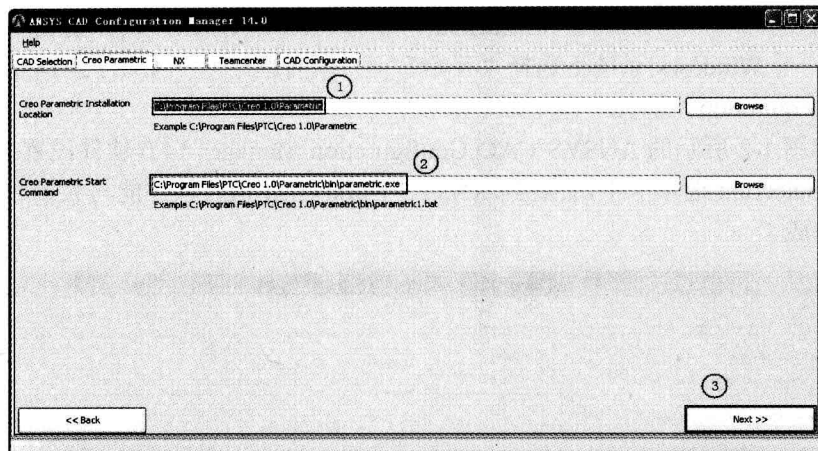

图 1-4 Pro/E 软件路径及启动路径设置
Step3: 在如图 1-4 所示的 Creo Parametric 选项卡中, 依次选择 Pro/E (Creo) 软件安装路径及启动路径, 然后单击 Next>>按钮。